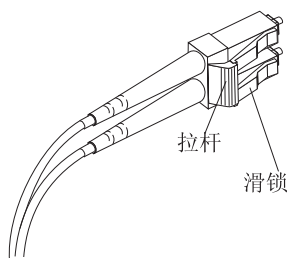

图 33. LC-LC 光纤通道电缆拉杆和滑锁
1. 如图 33 中所示，在 LC-LC 电缆连接到 SFP 模块或主机总线适配器的一端，按住拉杆不放以松开滑锁。